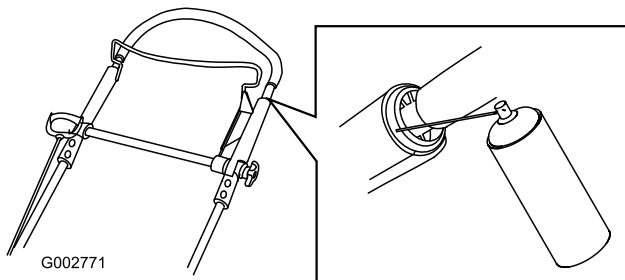

Figura 40
1. Rocíe sobre el extremo de plástico exterior del manillar interior (Figura 40).